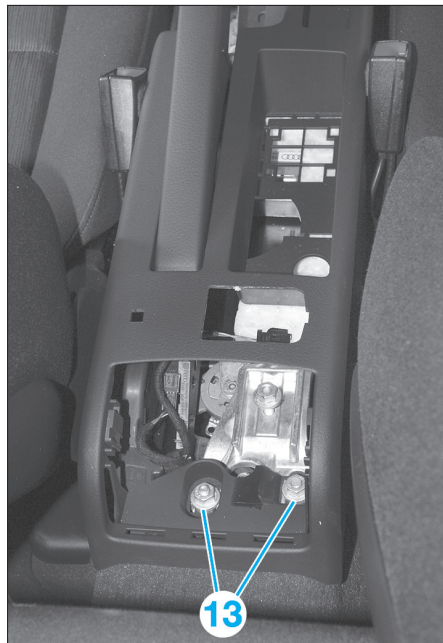

Fig. 11
• Dévisser les écrous de fixation (13) (Fig.11) à l'arrière de la console.